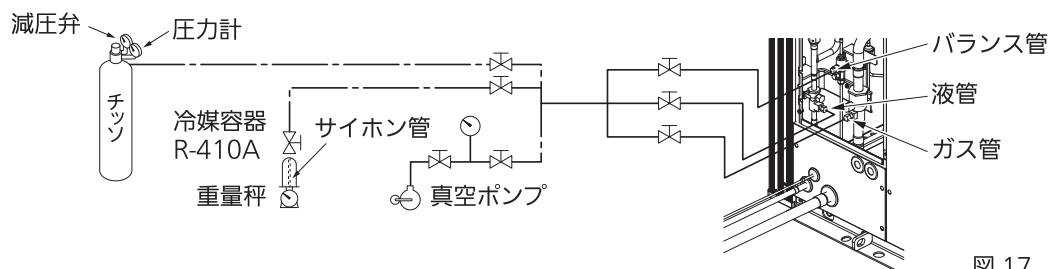

図 17
- ガス管、液管およびバランス管のサービスポートにチッソ、真空ポンプ等を図 17 の通りに接続してください。